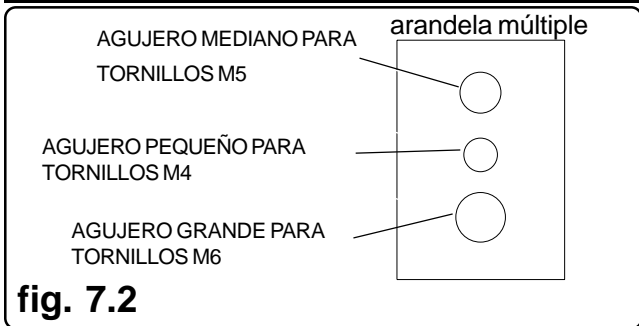

fig. 7.2
- Utilice el agujero correspondiente de la arandela múltiple que sea del mismo tamaño del tornillo, como se muestra en la ilustración 7.2.